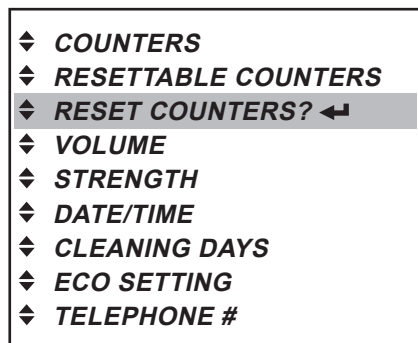

Рис. 34
- Перейдите в режиме оператора к меню «RESET COUNTERS?» (СБРОСИТЬ СЧЕТЧИКИ?) и нажмите кнопку ввода ← для его вызова (Рис. 34).